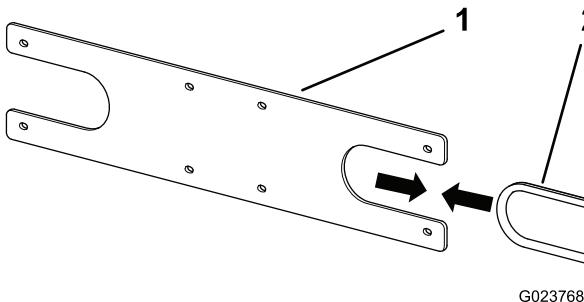

Figure 4
5. Montez la garniture sur la plaque d'extrémité (Figure 4), à l'endroit où le flexible traverse la base.